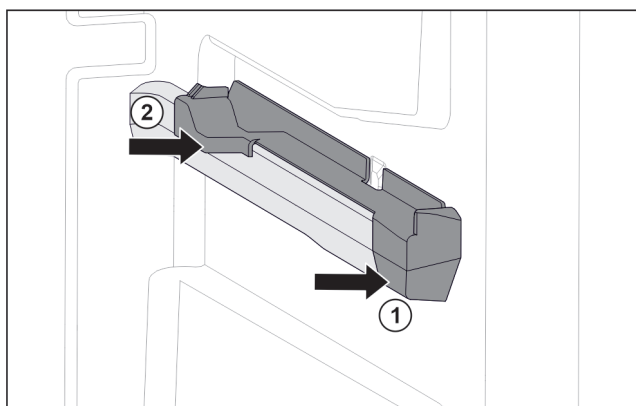

Fig. 154 右侧容器肋梁上的插装件
- ▶ 将插装件前部放到容器肋梁上。 Fig. 154 (1)
- ▶ 压紧插装件后部。 Fig. 154 (2)